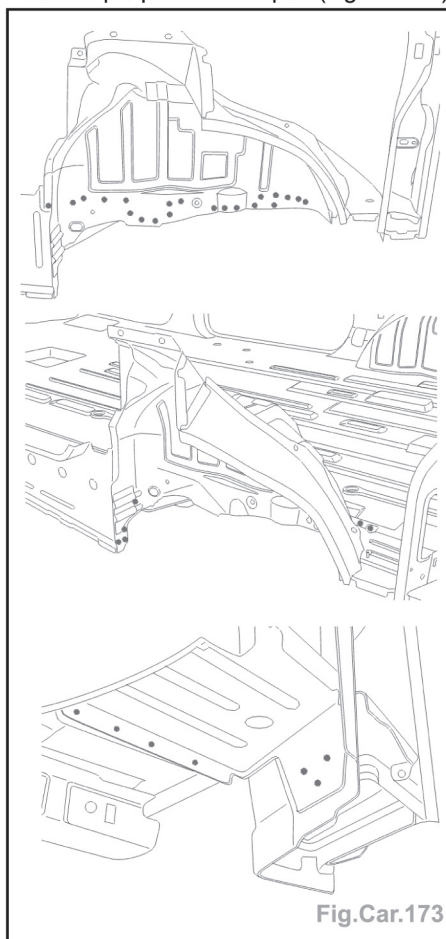

Fig.Car.173
- Souder par points électriques (Fig.Car.173).